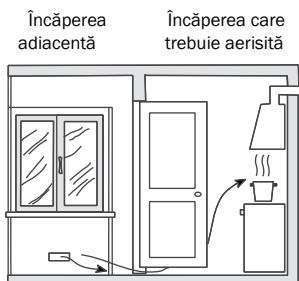

Fig. 3. Asigurarea spațiului necesar între ușa încăperii și pragul ușii pentru pătrunderea liberă a curentului de aer
- Aerul poate pătrunde din camera adiacentă, (în afară de dormitoare și încăperile cu pericol potențial de izbucnire a incendiului), dacă aceasta este dotată cu același tip de țevă de aspirație, iar construcția ușii asigură trecerea liberă a aerului (Fig.3).